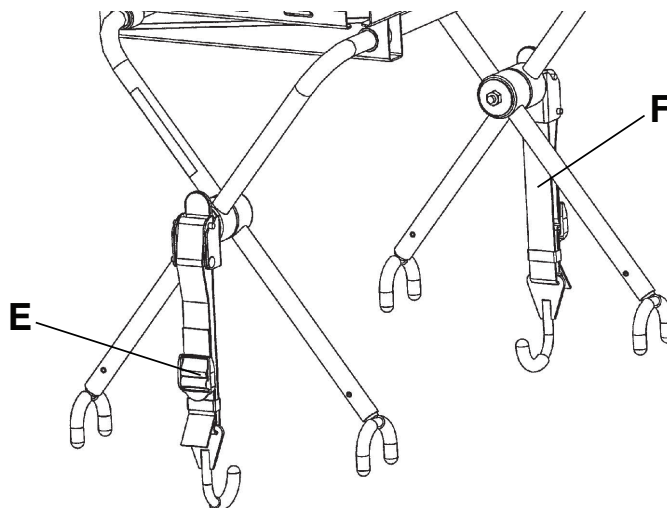

Figure 29 – Attacher le plateau porte-défibrillateur sur la civière
9. Fixer les sangles (E) pour maintenir le défibrillateur sur le plateau porte-défibrillateur (Figure 29).